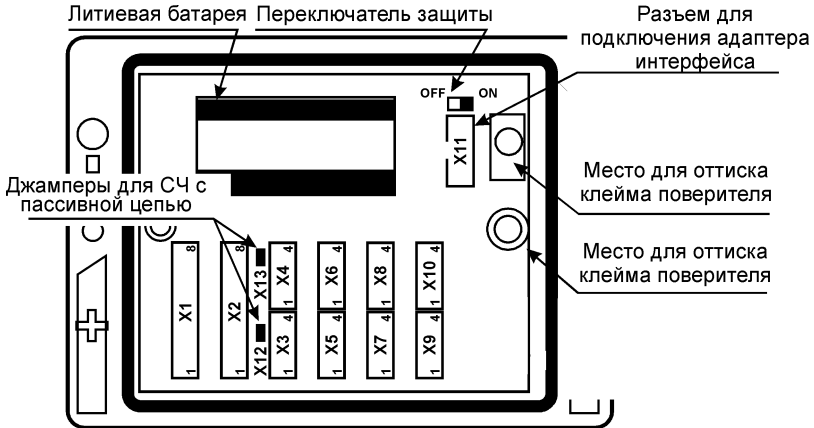

Рисунок 5.3 – Внешний вид модуля
Экраны кабелей должны быть электрически соединены между собой (только в одной точке) и с контактами Х3:1 и Х4:1 (рис. 5.3).
1. Джемперы X12 и/или X13 (рис. 5.3) должны быть установлены;
1. Джамперы X12 и/или X13 (рис. 5.3) должны быть сняты;
Для защиты от несанкционированного вмешательства в работу вычислителя переключатель защиты (рисунок 5.3) переводят в левое положение OFF. При этом попытки изменения настроечных параметров (кроме параметров группы **Интерф.** и параметров **RO**, **N2**, **CO2** и **P6** группы **Общие**) игнорируются, а на табло индицируется сообщение **ЗЩ!**.